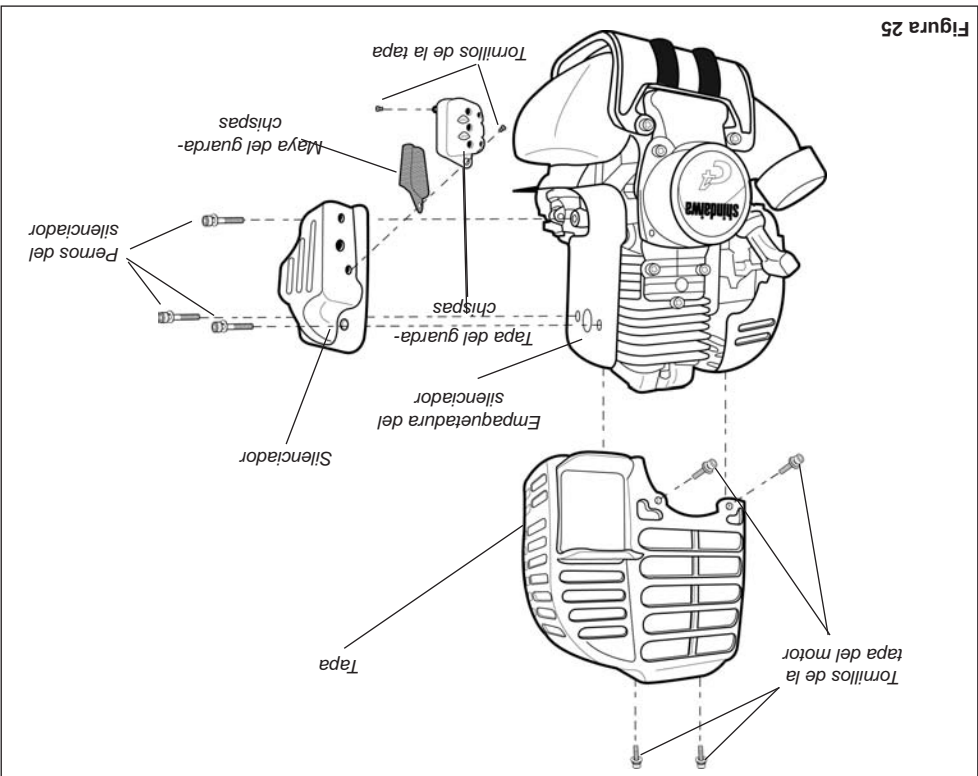

Figura 25
1. Con una llave hexagonal de 3 mm retire los cuatro tornillos de la tapa del motor y la tapa del motor. Consulte la figura 25.
2. Con un destornillador de cuchilla plana retire los dos tornillos sosteniendo la maya guardachispas y la tapa del silenciador. Consulte la figura 25.
4. Con una llave hexagonal de 3 mm retire los pernos del silenciador y el silenciador. Consulte la figura 25.